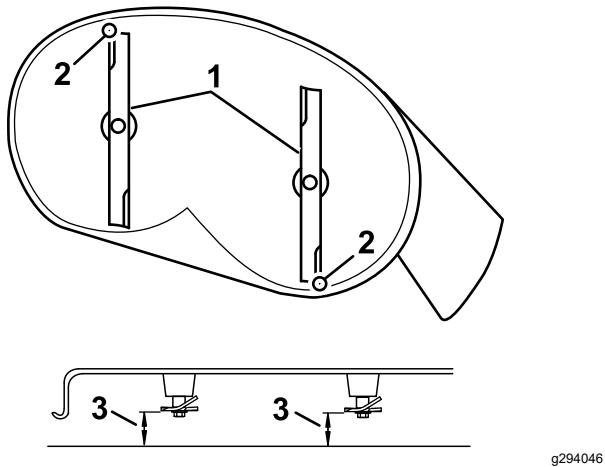
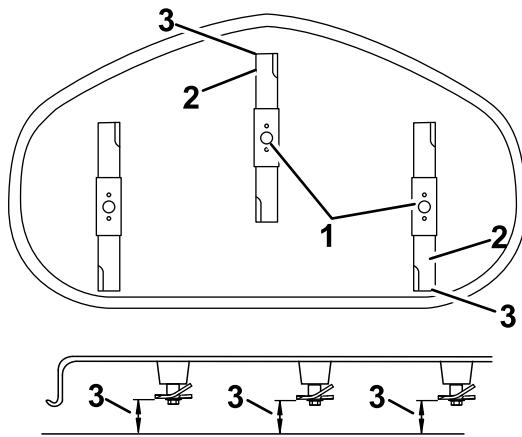

Figura 66
Figura 67
4. Girate con cautela le lame in modo che siano disposte longitudinalmente (Figura 66).
5. Misurate il valore dalla punta della lama anteriore e dalla punta della lama posteriore alla superficie piana (Figura 66 o Figura 67).